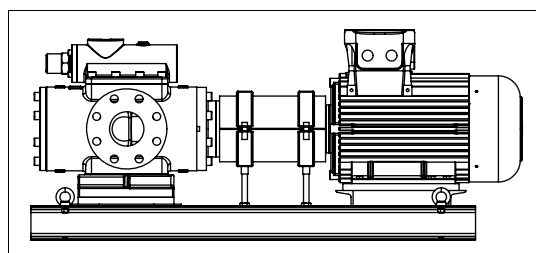

Fig. 2 Position de montage (image de principe)
1. Mettre la pompe en position. Ce faisant, veiller au sens d'écoulement, indiqué par des flèches sur les brides, voir Fig. 2, page 26.